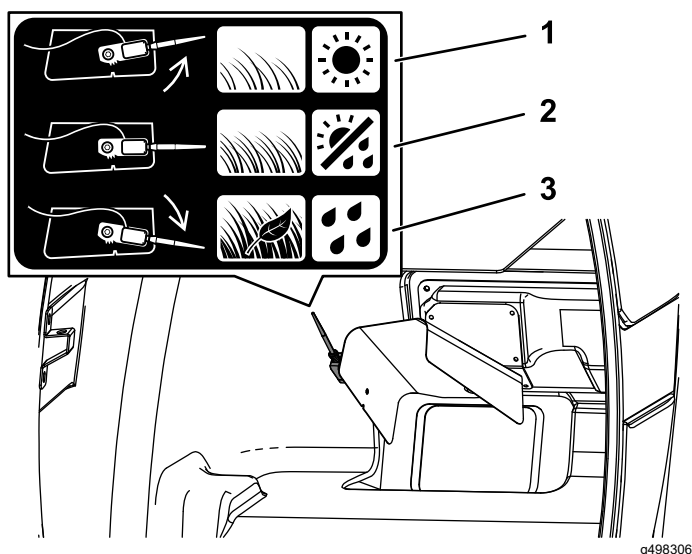

Figura 28
- Pentru iarbă i condii meteorologice normale, rotii senzorul în poziia de mijloc (Figura 28).
- Pentru condii de iarbă umedă i densă, atunci când colectai frunze sau dacă buncărul se umple înainte ca senzorul să fie activat, rotii senzorul în jos (Figura 28).
- Pentru condii de iarbă uscată, rară sau dacă puntea mainii de tuns iarba este decuplată înainte ca buncărul să se umple, rotii senzorul în sus (Figura 28).